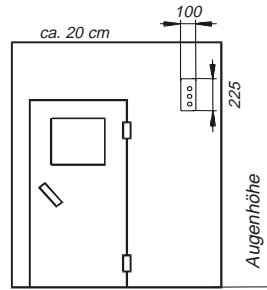

Abb. 2
- Das Steuergerät wird teilweise in der Kabinenwand versenkt. Hierzu muss in den äußeren Profilbrettern eine Rechtecköffnung von 225 x 100 (Höhe x Breite) eingebracht werden (Abb.2). Nach oben sollte die Kabinenkonstruktion eine Durchföhrung für Anschluss- und Verbindungsleitungen ermöglichen.